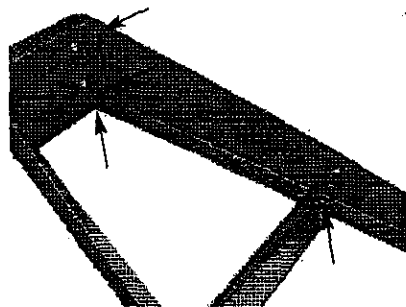

Figura 4 – Fije la Pata 'B' al Conjunto
- Coloque la pata 'B' fuera de la parte superior y del bastidor corto. Fije según se indica en la Figura 4 utilizando 4 pernos, arandelas y tuercas.